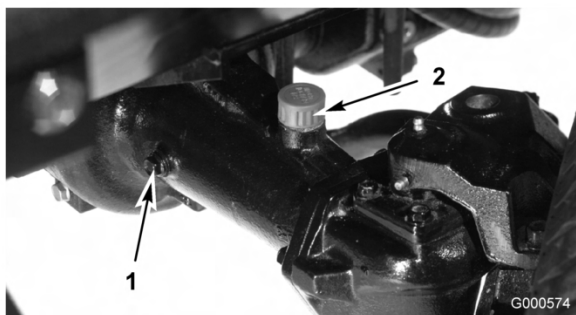

図 45
- アクスルの一方の端部から点検用プラグ (図 45) を抜き、穴の高さまで潤滑油があることを確認する。量が不足の場合は、給油プラグ (図 45) をはずして補給する。